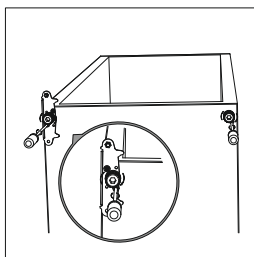

Рисунок 10
6. Установите петлю на левую сторону, а основание ножек на правую. Затем привинтите выравнивающие ножки (рис. 10).